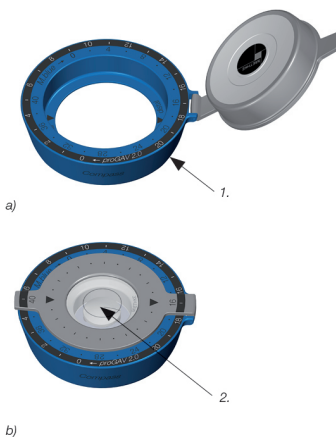

Fig. 11: *M.blue plus Compass*
M.blue plus Compass (Fig. 11) anvendes til lokalisering og udlæsning af den indstillelige gravitationsenhed (*M.blue*) og den indstillelige differenstrøkenhed (*proGAV 2.0*) af *M.blue plus*.